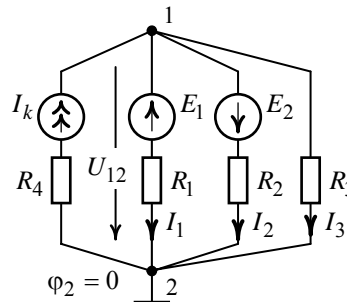

Рис. 5.8
2. Потенциал узла 2 (рис. 5.8) примем равным нулю ($\varphi_2 = 0$). Тогда напряжение между узлами 1 и 2 найдем как
3. Направление токов в ветвях цепи зададим в соответствии с указанными на рис. 5.8, тогда